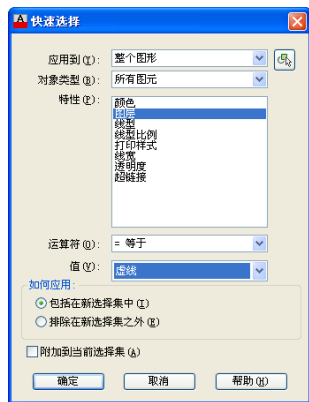

图3-9 “快速选择”对话框
- 02 执行“工具”|“快速选择”命令，系统弹出“快速选择”对话框，在“特性”列表框中选择“图层”选项，在“值”下拉列表中选择“虚线”选项，如图3-9所示。